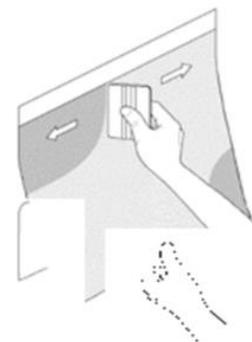

Figura 7
3. Fare attenzione a non allungare la grafica, tenere la grafica vicino al centro in basso e iniziare a spatolare in alto al centro. Spatolare la grafica iniziando dal centro della cerniera fino ai bordi esterni. Usare una pressione decisa e con tratti sovrapposti. Vedi figura 7.